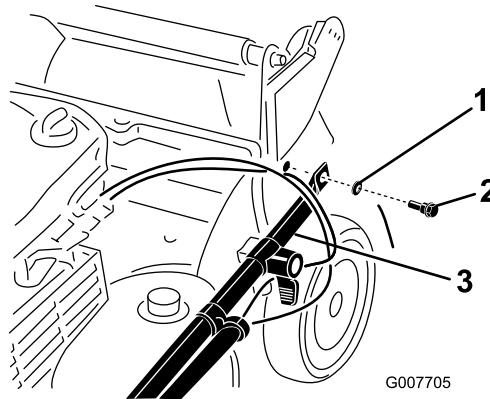

Figure 4
Important: Acheminez les câbles à l'*extérieur* du guidon (Figure 4).
2. Fixez les extrémités du guidon au carter de tondeuse avec 2 rondelles et 2 boulons (Figure 4), **mais ne serrez pas les boulons**.